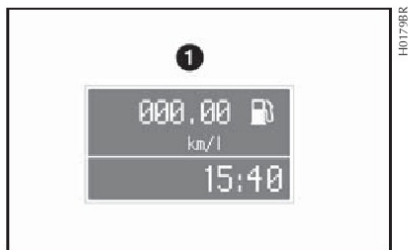

fig. 36
## DISPLAY ELETRÔNICO - fig. 36, 37 e 38
**Display 1-fig. 36** - Ideogramas, informações numéricas e mensagens de texto curtas.